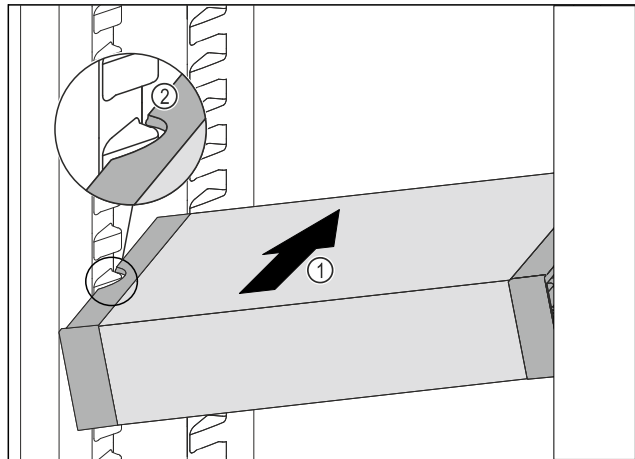

Fig. 79
- ▶ Вдвигайте VarioSafe под наклоном в холодильное отделение Fig. 79 (1), пока боковые выемки Fig. 79 (2) VarioSafe не окажутся на высоте выступа резервуара в холодильном отделении.